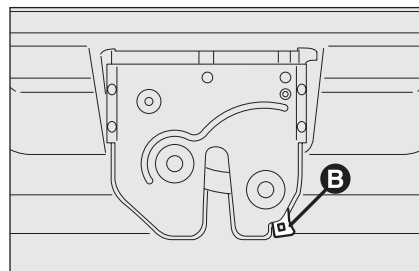

fig. 96
- ☐ introdurre un cacciavite nell'apposito foro ricavato sulla serratura stessa e sbloccare il meccanismo di apertura **B-fig. 96**.